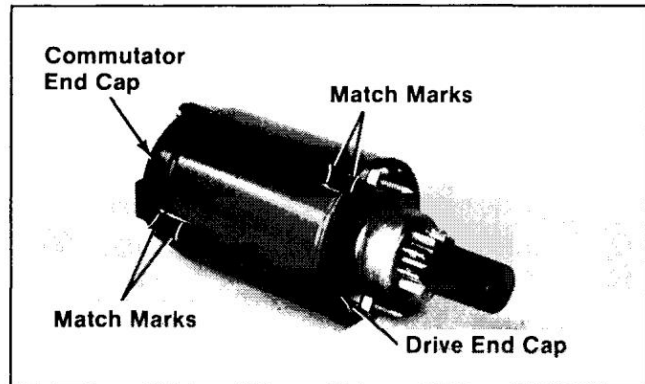

Figure 8-25. Marques de correspondance de l'assemblage du démarreur.
Assurez-vous que les marques de correspondance sur l'embout et le cadre sont alignées. Reportez-vous à la Figure 8-25.
5. Assurez-vous que les marques de correspondance sur l'embout et le cadre sont alignées. Reportez-vous à la Figure 8-25. Installez les boulons traversants.